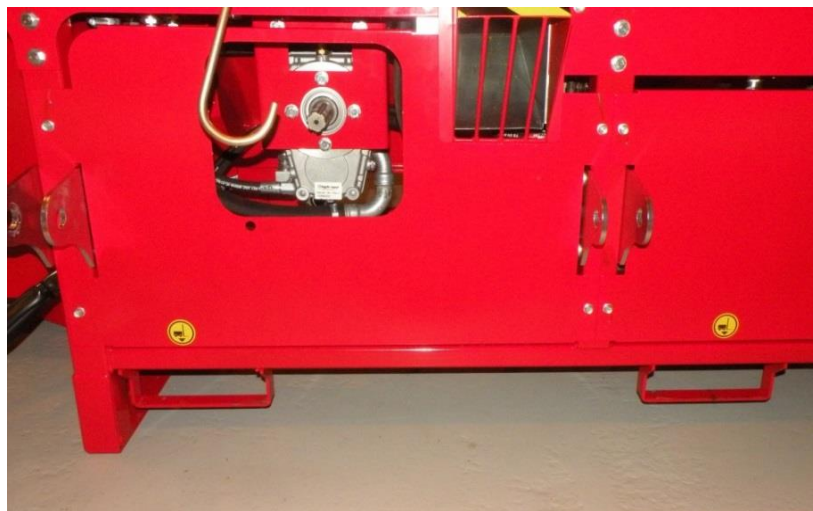

Abb. 8
6. Heben Sie den Förderer mit einer Winde in den gewünschten Winkel (max. 40°) und verriegeln Sie das Oberteil des Ausstoßförderers mit Verriegelung D in der Transportposition, siehe Abb. 8.
Wenn Sie die Maschine umstellen, dann stellen Sie sicher, dass die Hebe- und Transportkapazität des Traktors oder des Gabelstaplers für die Maschine ausreicht. Die Maschine darf nur an den markierten Hebepunkten (Abb. 8) oder mit dem Hebeggerät des Traktors angehoben werden.